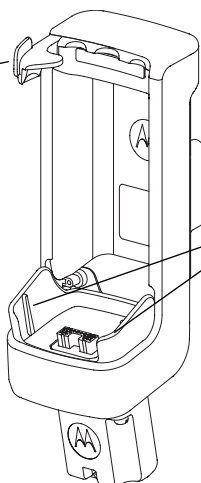

Рис. 1. Зарядная станция PMLN6182 с автомобильным модулем питания.
1. Vrid svängkroken medsols för att frigöra den. (Se bild 1 på sida 3).
1. Вставляйте портативный TETRA-терминал в люльку/держатель, совместив пазы в нижней части портативного TETRA-терминала с направляющими нижней опоры люльки/держателя, как показано на Рис. 1.
1. Нажмите на поворотный крюк в направлении по часовой стрелке, чтобы освободить терминал (см. Рис. 1 на стр. 33).